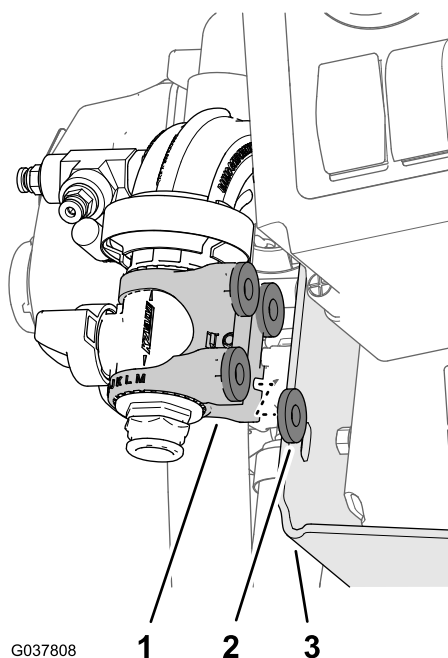

Figura 91
3. Alinhe as quatro anilhas (5/16 x 13/4 pol.) entre o suporte de nylon da válvula de corte da flange e a montagem da válvula (Figura 91).